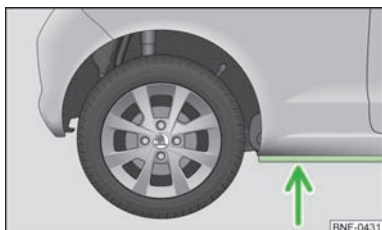

Fig. 93
- Avant de franchir une nappe d'eau, déterminez la profondeur de l'eau. Le niveau de l'eau ne doit pas dépasser le longeron inférieur » fig. 93.